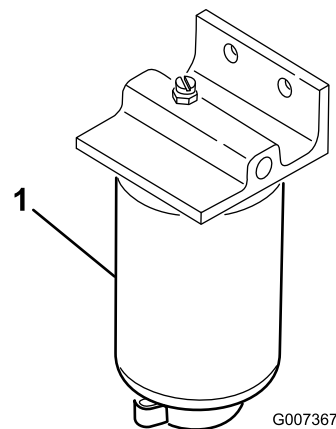

Figura 51
Retire água ou outro tipo de contaminação do separador de água (**Figura 51**) diariamente. Substitua o recipiente do filtro após cada 400 horas de funcionamento.
2. Liberte o tampão de escoamento que se encontra na zona inferior do recipiente do filtro (**Figura 51**).